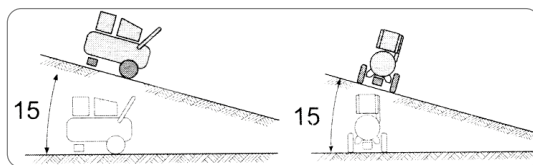

FIGURA 6.9
- Afim de evitar danos ao compressor, opere-o somente sobre uma base nivelada ou como recomendado no máximo em 15° (Figura 6.9). Se o compressor operar em plano inclinado (máximo 15°) as rodas devem ser calçadas para evitar rolamento indesejado.